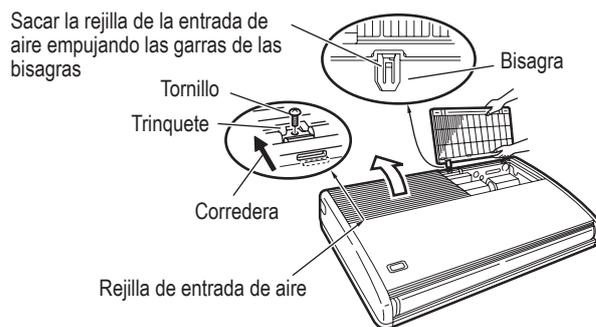
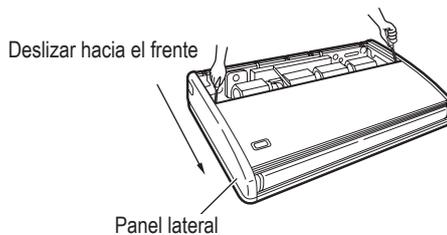

Fig. 3-9
Fig. 3-10
- (5) Antes de suspender la unidad interior, sacar los 2 ó 3 tornillos del cierre de las rejillas de las tomas de aire, abrirlas y extraerlas empujando las garras de las bisagras (Fig. 3-9). A continuación, sacar ambos paneles laterales, deslizando los a lo largo de la unidad hacia adelante después de retirar los 2 tornillos de fijación. (Fig. 3-10)